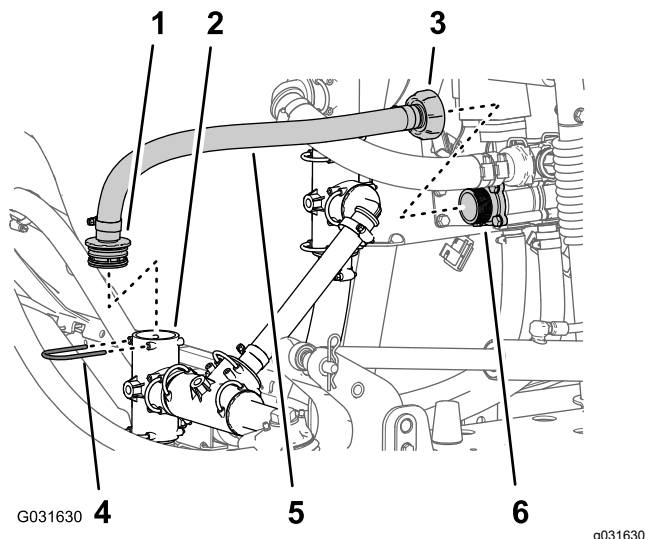

Figura 35
4. Retire o retentor que prende a união roscada reta da tubagem de distribuição à união em T no sistema de pulverização (Figura 35).
5. Desaperte a porca do adaptador na extremidade interna da tubagem de distribuição da união do adaptador da válvula de distribuição (Figura 35).
6. Retire o tubo da máquina (Figura 35).